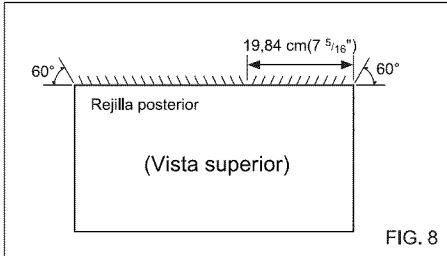

FIG. 8
- 1** Coloque la dirección de la rejilla en la parte posterior del alojamiento de la pared en un ángulo de 60° según se muestra en la FIG 8. Se recomienda el uso de tenazas.